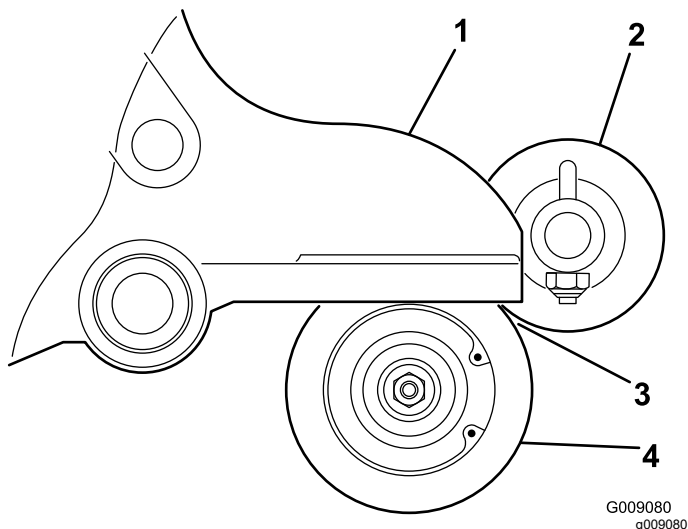

Figura 14
16. Coloque el cepillo del rodillo de manera que tenga un contacto ligero con el rodillo trasero (es decir, que apenas toque o descansa sobre el rodillo) (Figura 14).